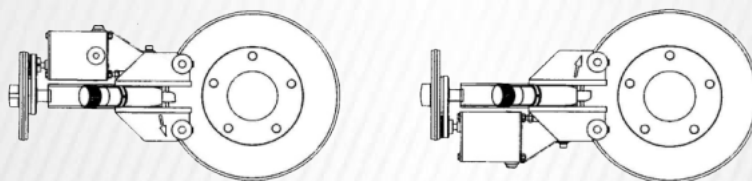

Рисунок 19
2. При необходимости переверните блок проточки вверх ногами (рис.19).